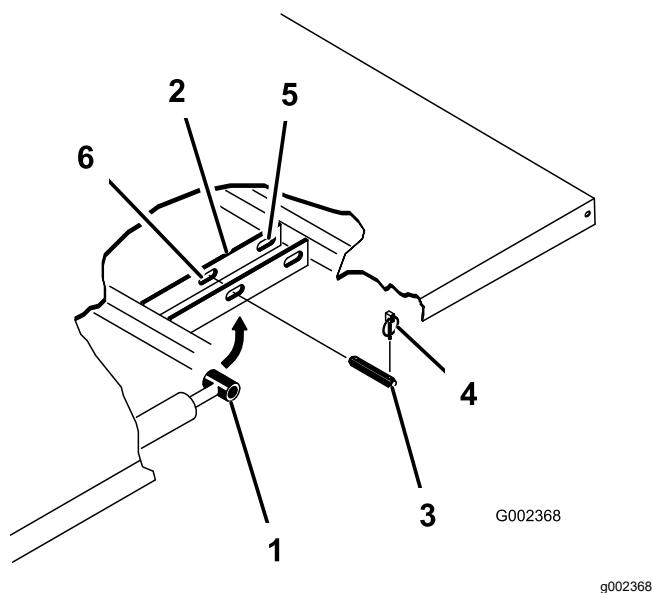

Figura 34
3. Rimuovete gli acciarini dalle estremità esterne dei perni con testa dell'asta del cilindro (Figura 34).
4. Rimuovete i perni con testa che fissano le estremità dell'asta del cilindro alle piastre di montaggio del pianale spingendo i perni verso l'interno (Figura 34).
5. Rimuovete gli acciarini ed i perni con testa che fissano le staffe orientabili ai profilati del telaio (Figura 34).